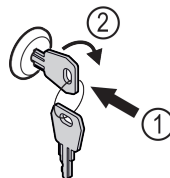

Fig. 127
- ▶ Paina avain lukkoon Fig. 127 (1).
- ▶ Kierrä avainta 90° myötäpäivään Fig. 127 (2).